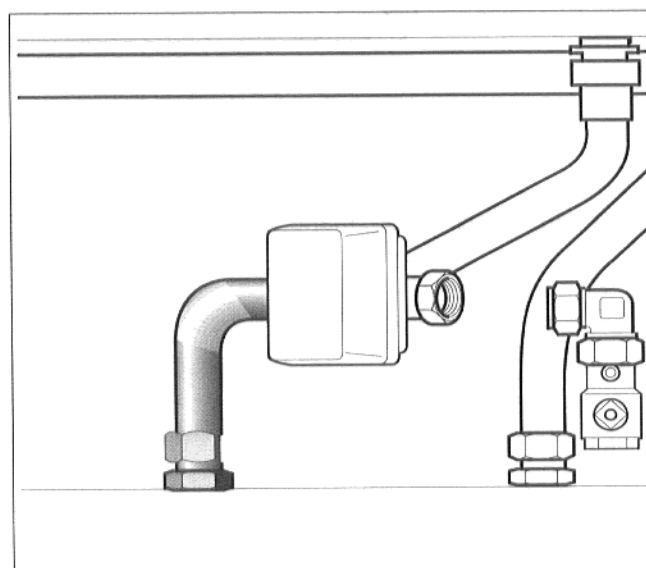

Fig. 10: tubo di raccordo, valvola a tre vie
- Montare il tubo di raccordo tra l'accumulatore e la valvola a tre vie. Tenere presente l'anello di serraggio! (Fig. 10).